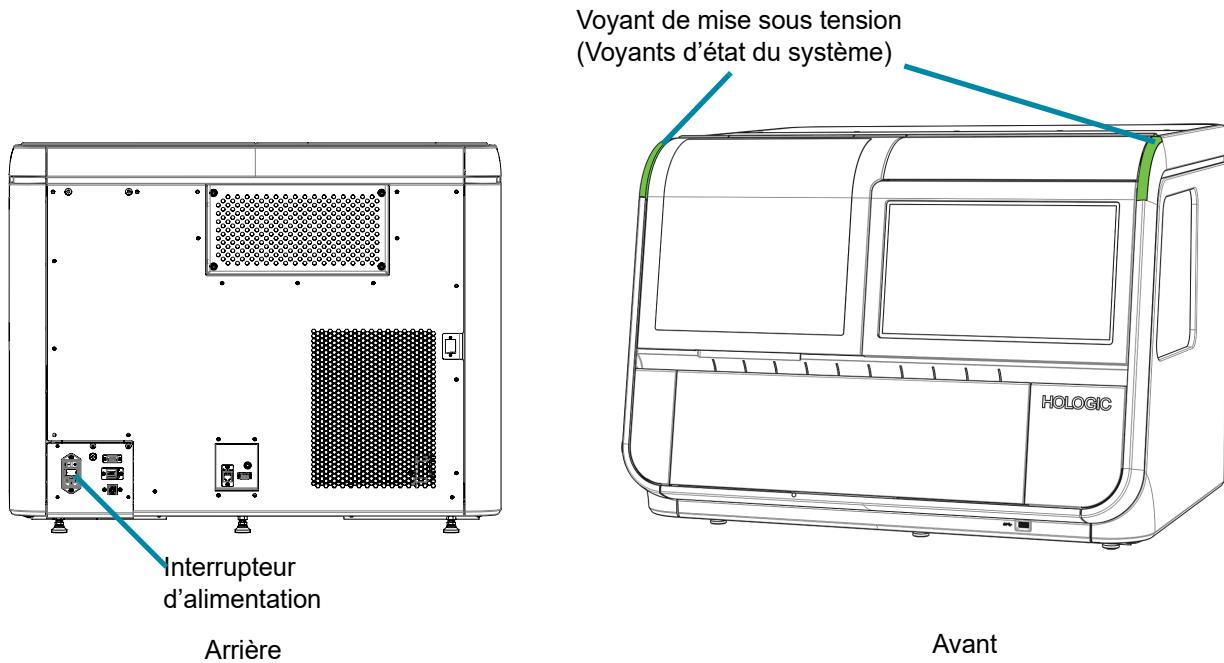

Figure 1-4-2 Interrupteur d'alimentation de l'imageur numérique
2. Appuyer sur l'interrupteur à bascule situé à l'arrière de l'imageur numérique pour le mettre en position Marche (I). (Voir la Figure 1-4-2.)